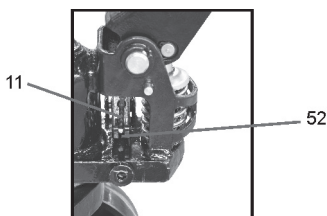

Fig. 5 – Encaixe da corrente
- Encaixe a ponta (pino roscado e porca "11") da corrente "10" na ranhura da haste de ajuste "52", conforme fig. 5.